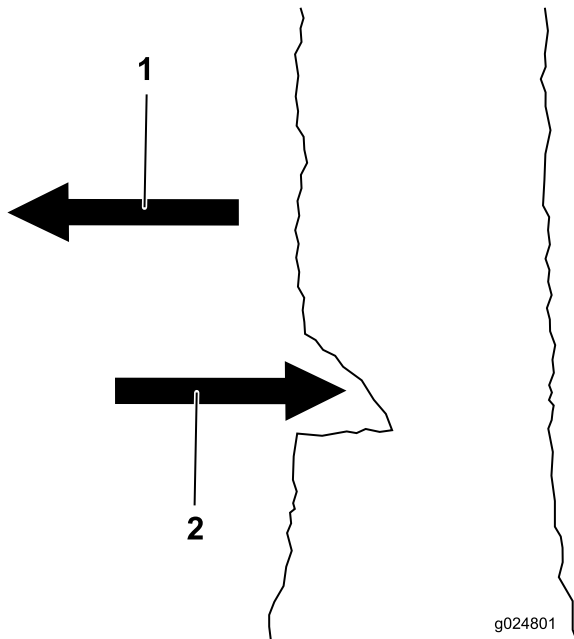

Figure 13
3. Faites une encoche sur un tiers du diamètre de l'arbre, perpendiculairement à la direction recherchée de la chute (Figure 13).